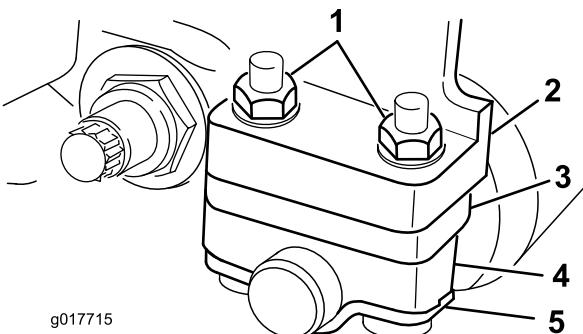

Figura 1
- Retire as 2 porcas que prendem a retenção do rolo, rolo, espaçador e calço da flange de montagem da placa lateral esquerda ou direita (Figura 1). Remova os componentes.